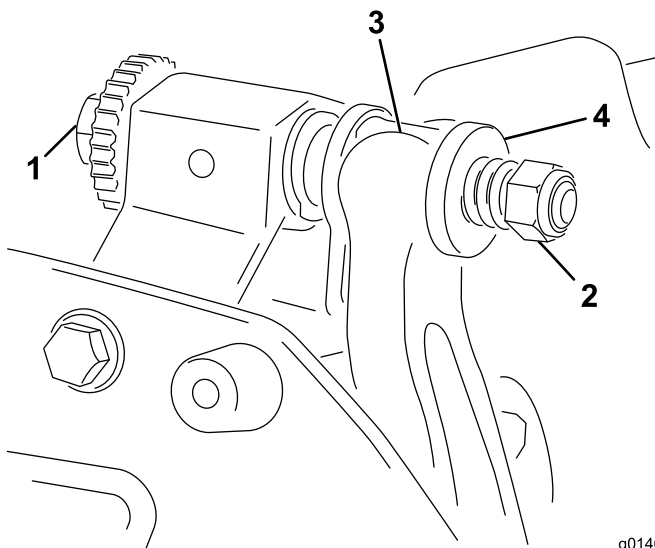

Figure 19
1. Tournez les vis de réglage de la barre d'appui dans le sens antihoraire pour éloigner la contre-lame du cylindre (Figure 19).
2. Faites sortir l'écrou de tension du ressort jusqu'à ce que la rondelle ne soit plus tendue contre la barre d'appui (Figure 19).
1. Montez l'ensemble barre d'appui/contre-lame en positionnant les languettes de montage entre les rondelles et la vis de réglage de la barre d'appui (Figure 19).